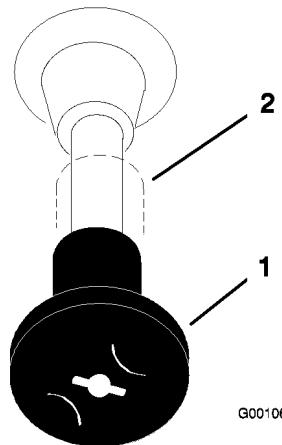

Figure 12
4. Tirez la manette de starter en position ouverte pour démarrer à froid (Figure 12).
7. Lorsque le moteur a démarré, amenez progressivement la manette de starter en position hors service (Figure 12). Si le moteur cale ou hésite, tirez à nouveau sur la manette de starter pendant quelques secondes, puis repoussez-la à la position voulue. Répétez l'opération si nécessaire.